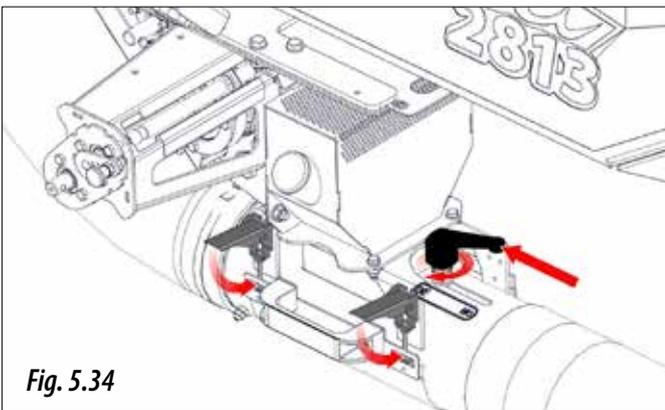

Fig. 5.34
**4.A.5-** Dès lors que le produit cesse de tomber, refermer le couvercle de l'injecteur venturi, placer la manette d'étalonnage en position « OK » et la verrouiller (figure 5.34).